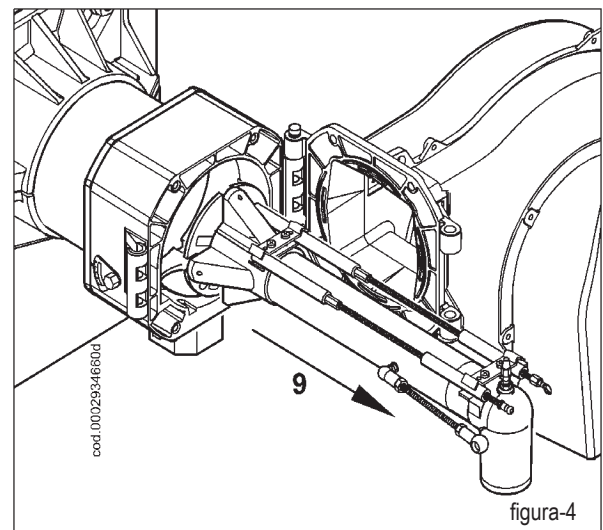

figura-4
Levantar ligeramente el racor de ida del gas (8) de la figura 3 y sacar el grupo de mezcla en la dirección indicada por la flecha (9) de la figura 4. Completar las operaciones de mantenimiento volviendo a montar la cabeza de combustión, siguiendo en sentido contrario los pasos descritos arriba, después de haber comprobado que los electrodos de encendido e ionización estén bien puestos (véase el esquema de la pág. 51).